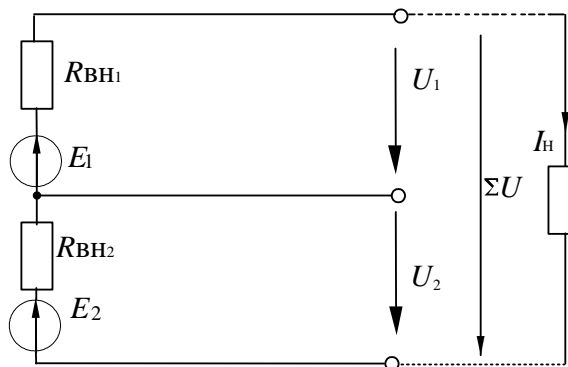

Рисунок 3 – Последовательное соединение источников ЭДС
**Последовательное соединение** (рис. 3) источников ЭДС (напряжения) дает большую по величине общую ЭДС (напряжение):